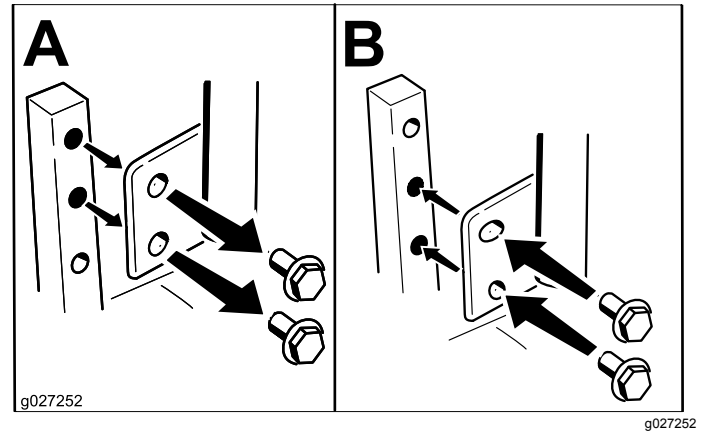

Bild 10
Die Höhe der Fahrtriebshebel kann für den optimalen Bedienerkomfort nach oben oder unten angepasst werden (Bild 10).
- Lösen Sie die untere Schraube etwas, sodass der Schalthebel sich nach vorne oder nach hinten drehen lässt (Bild 10).